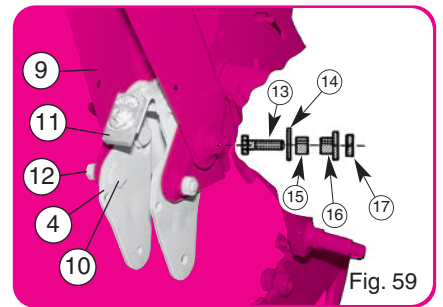

Fig. 59
- Présenter le cadre ④ sans la roue plombuse, mettre en place les vis épaulées ⑩ et les écrous ⑫ (fig. 59).
- Position the frame ④ without the press wheel, and put the turned screws in place ⑩ and the nuts ⑫ (fig. 59).